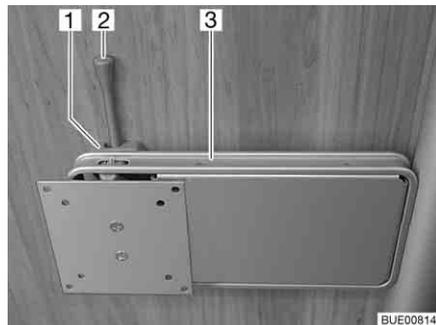

Bild 72 Halterung an Säule
- Den Entriegelungshebel (Bild 72,2) zur Seite drücken und die Halterung (Bild 72,3) mit dem Flachbildschirm in die gewünschte Position drehen.
- Flachbildschirm zurückdrehen, bis die Halterung (Bild 72,3) in die Verriegelung (Bild 72,1) einrastet.